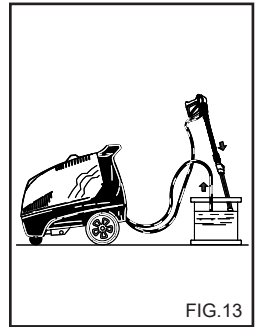

FIG. 13
**OPERASJONER FOR BRUK AV FRYSEVÆSKE (Fig. 13)**